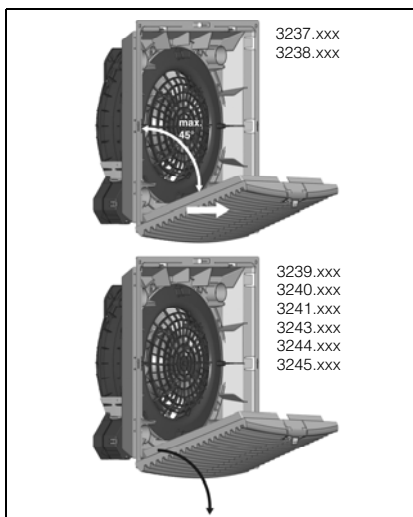

図 2: プラスチックルーバーを外す
- 下方の穴を使用するには、図 2 のようにプラスチックルーバーを外します